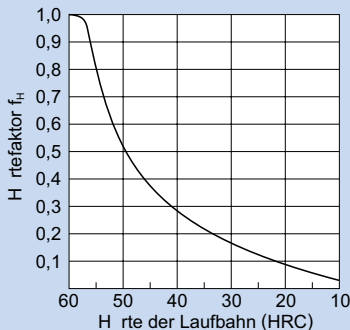

Abb. 1
- f_H : Härtefaktor (siehe Abb. 1)